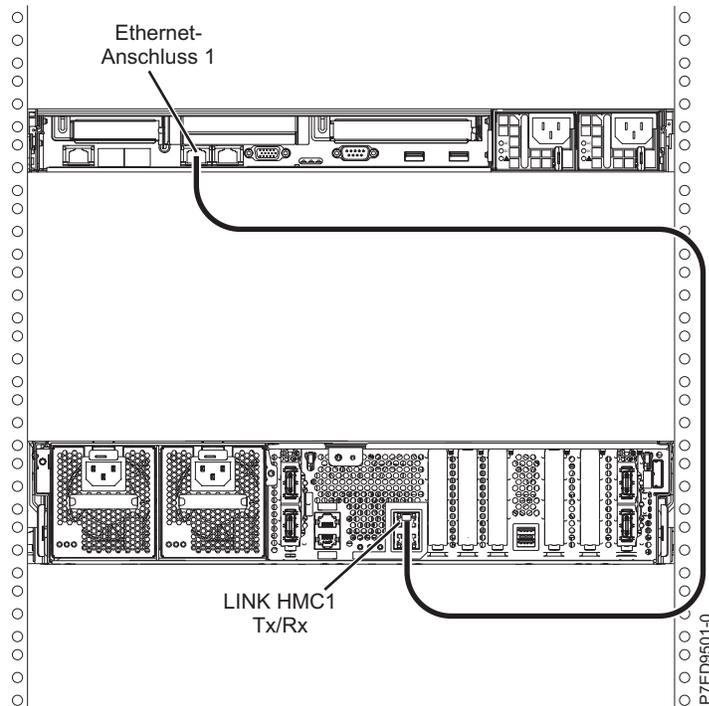

Abbildung 19. HMC an verwaltetes System anschließen
1. Wollen Sie die HMC direkt an das verwaltete System anschließen, schließen Sie den **Ethernet-Anschluss 1** der HMC an den Anschluss **HMC1** des verwalteten Systems an (siehe Abb. 19).